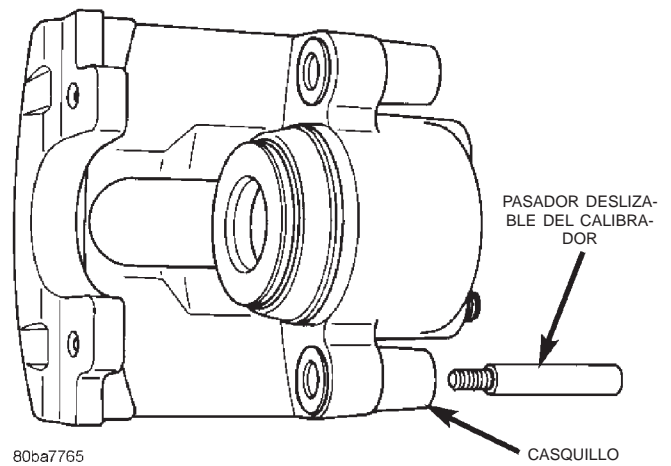

Fig. 81 Pasador deslizante y casquillo
(7) Instale los casquillos de pasador deslizables dentro del calibrador (Fig. 81).